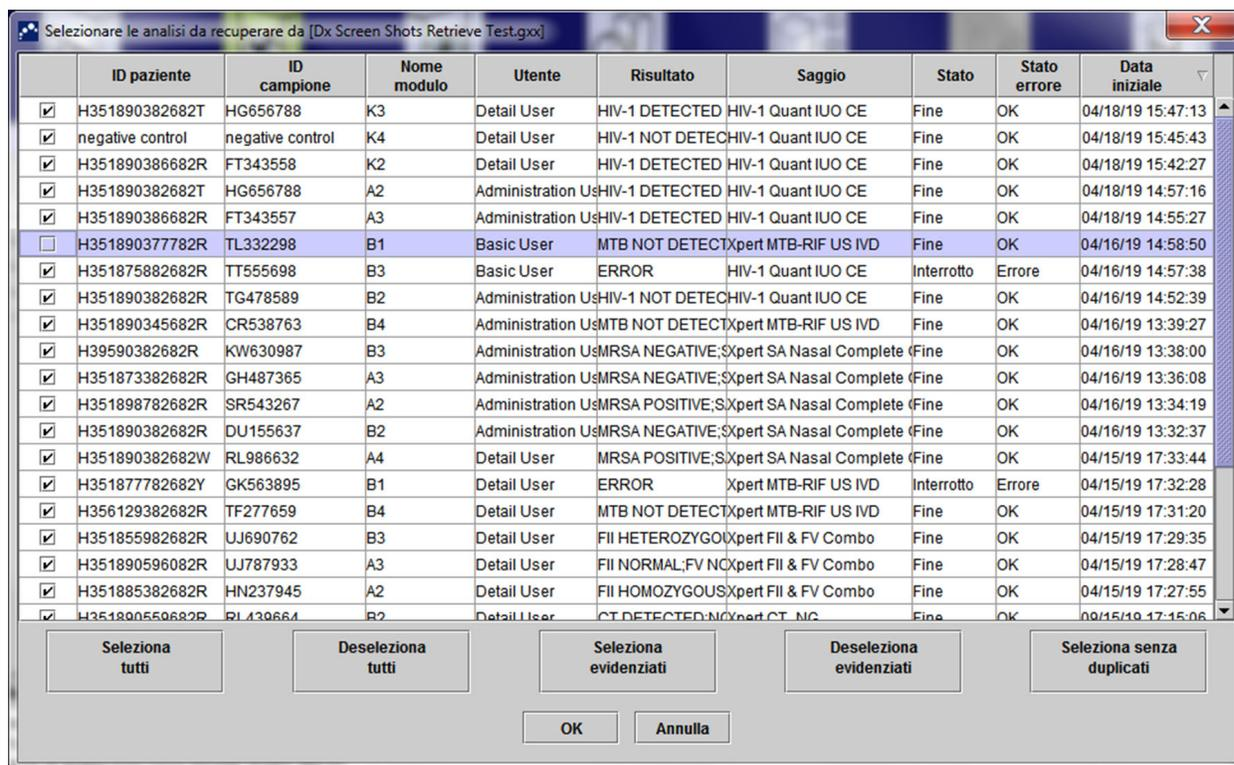
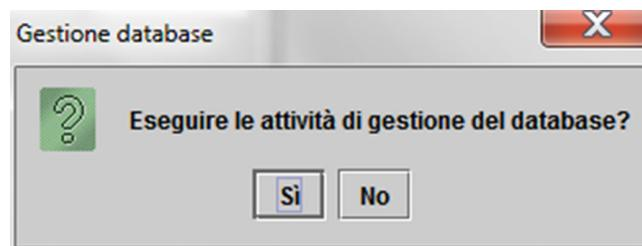

Figura 5-71. Finestra di dialogo Selezionare le analisi da recuperare
Figura 5-72. Finestra di dialogo Gestione database
L'amministratore del sistema GeneXpert Dx specifica se l'utente ha l'autorizzazione per le attività di gestione dei dati. Vedere la sezione 2.13, Definizione degli utenti e delle autorizzazioni. Per modificare le autorizzazioni in modo da soddisfare le proprie esigenze, consultare l'amministratore del sistema GeneXpert Dx. Se i **Promemoria per la gestione del database** sono abilitati, all'avvio del sistema all'utente viene chiesto se desidera eseguire la gestione dei dati. La richiesta viene visualizzata solo se l'utente ha i privilegi per eseguire tali attività. Se l'utente non ha tali privilegi o se i **Promemoria per la gestione del database** sono disabilitati, tale richiesta non viene visualizzata. Vedere la Figura 5-71.
8. Se non si desidera eseguire le attività di gestione del database, fare clic su **No** nella finestra di dialogo Database Management (Gestione database) (vedere la Figura 5-71) e passare alla Sezione 5.2.3.2, Promemoria di archiviazione scaduta.
Se si desidera eseguire le attività di gestione del database, fare clic su **Si** nella finestra di dialogo Gestione database (vedere la Figura 5-71). Verrà visualizzata la finestra di dialogo Gestione database. Vedere la Figura 5-72.
1. Selezionare **Backup database** nella finestra Gestione database (vedere la Figura 5-72).